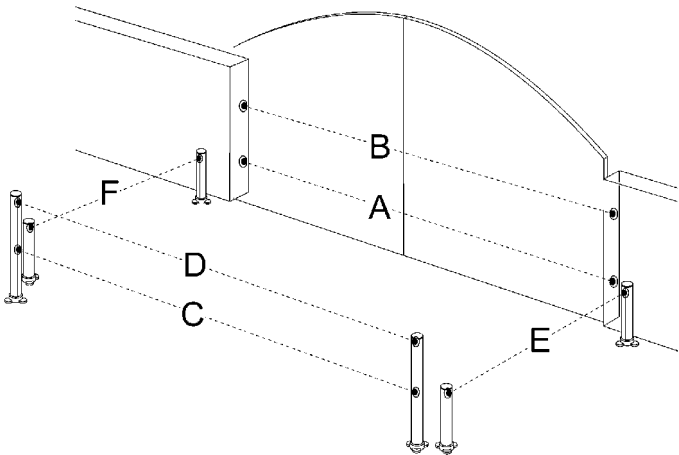
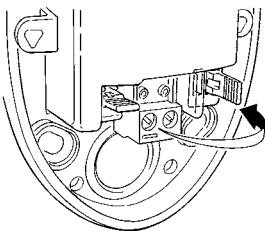

Figura 64
Figura 65
In qualsiasi momento è possibile installare ulteriori fotocellule oltre a quelle già fornite di serie con WG2. In un automatismo per cancelli a 2 ante è possibile porle secondo quanto rappresentato in Figura 64.
- 2 Individuare la posizione in cui sono installate in base alla Figura 64 ed eseguire il ponticello secondo la Tabella 11. I ponticelli non usati vanno riposti nel vano a loro riservato per poter essere riutilizzati in futuro (Figura 65).